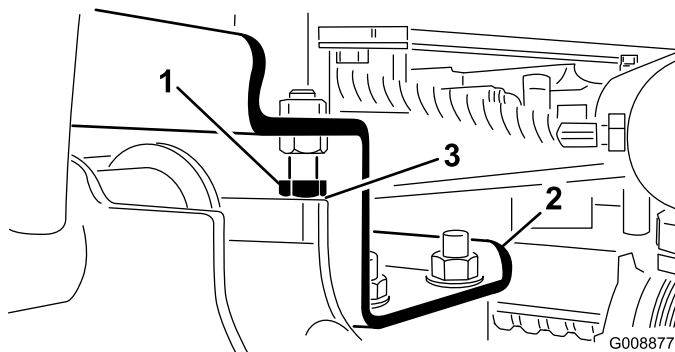

Bild 12
A. Drehen Sie die Anschlagsschrauben heraus (Bild 12).
2. Prüfen Sie, ob der Abstand zwischen jedem Hubarm und der Anschlagsschraube zwischen 0,13 und 1,02 mm liegt (Bild 12). Justieren Sie die Anschlagsschrauben, bis sich der richtige Abstand ergibt, wenn der Abstand davon abweicht.